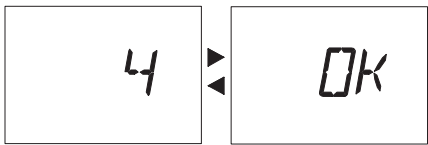

Рис. 18
- 11 Через 5 секунд после ввода желаемого значения произойдет автоматическое сохранение настройки, после чего на ЖК-дисплее отобразится надпись **OK** (Рис. 18) в качестве подтверждения сохранения.